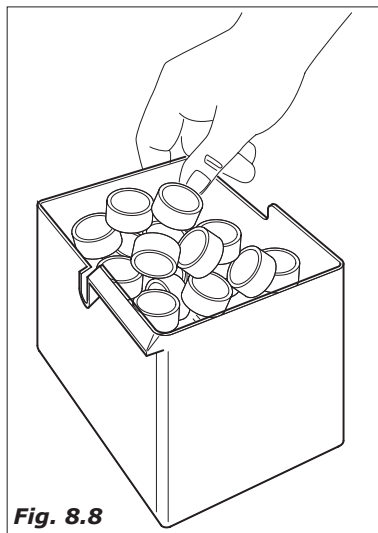

Fig. 8.8
- esvaziar o recipiente dos fundos café (versões café em grãos) (Fig.8.8)